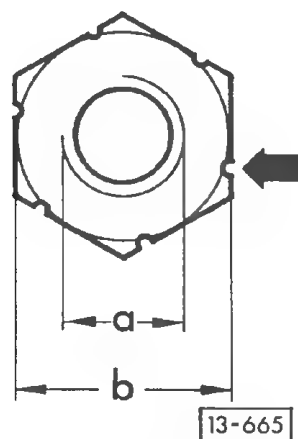

Fig. 11 Caractéristiques distinctives des écrous de bielle
- Caractéristiques distinctives — fig. 11